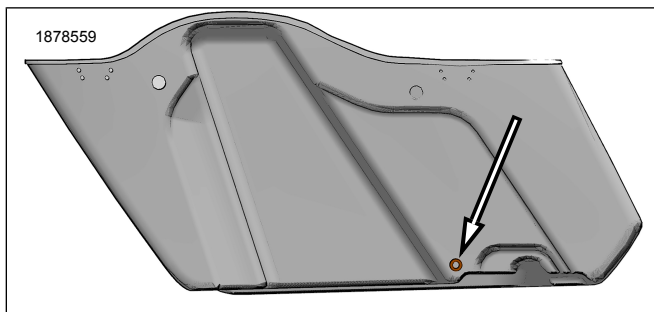

Figure 2. Emplacement de perçage du trou inférieur de la sacoche
1. Débrancher le connecteur du Équipement d'origine (OE) harnais à l'arrière du feu de circulation/de virage/feu d'arrêt.
2. Figure 2 Percer le passage du harnais de la sacoche inférieure.